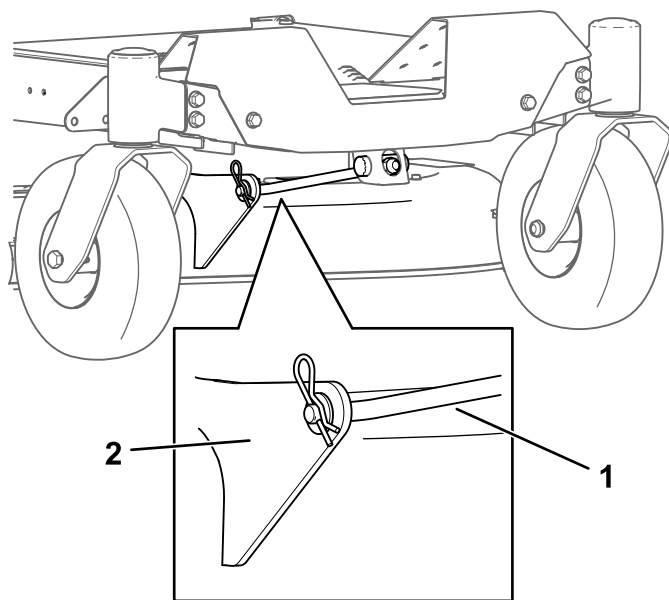

Figure 72
4. Retirez la goupille fendue de la tige de support avant et déposez la tige du support de plateau (Figure 72).
8. Fixez la tige de support avant au plateau de coupe à l'aide de l'axe de chape et de la goupille fendue (Figure 72).